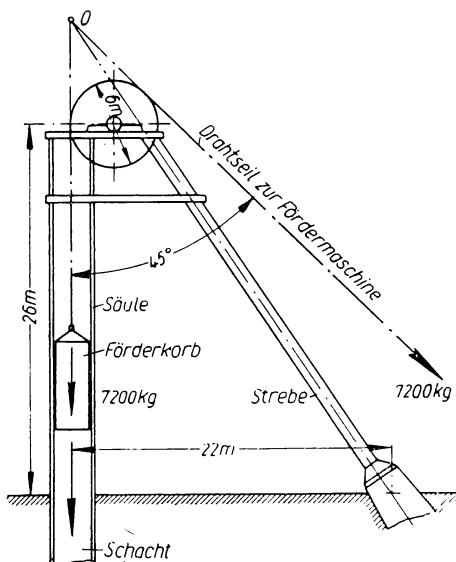

Bild 52
- 174.** Das Förderseil eines Schachtes, durch den Förderkorb mit 7200 kg belastet, wird über eine oben auf dem Schachtgerüst gelagerte Seilscheibe von 6 m Durchmesser zur Fördermaschine geführt (Bild 52). Das letztere Seilstück bildet